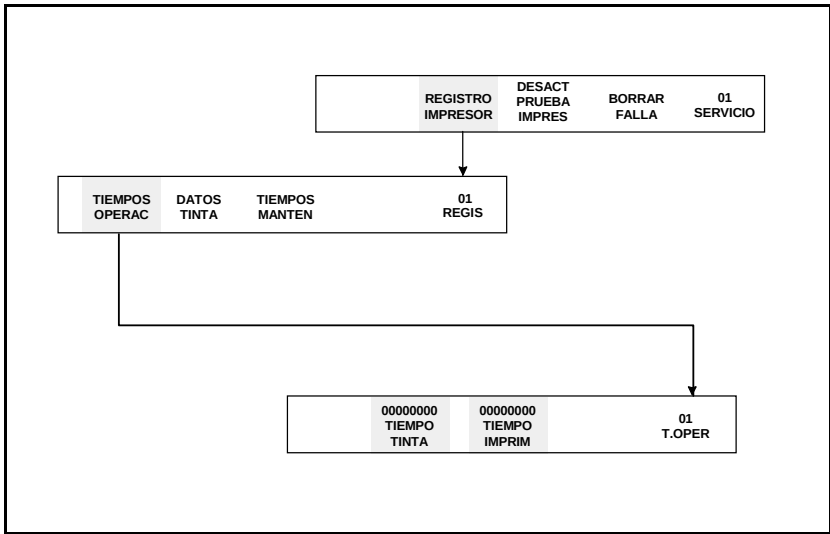

Figura 6-9. Acceso al Marco <01 TIEMPOS OPERAC>
- 1. Comience en el Marco <01 SERVICIO>. Vea la Figura 6-9.